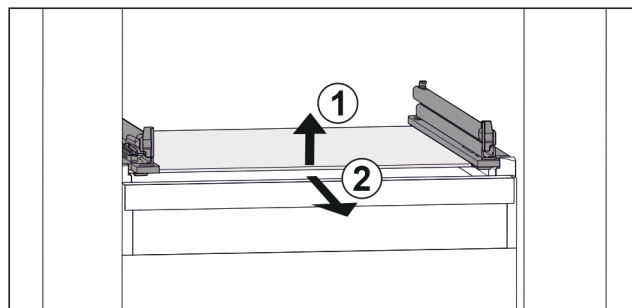

Fig. 93 Príklad zobrazenia sklenenej dosky
- ▶ Nadvihnite sklenenú dosku vpredu. Fig. 93 (1)
- ▶ Odoberte sklenenú dosku dopredu. Fig. 93 (2)